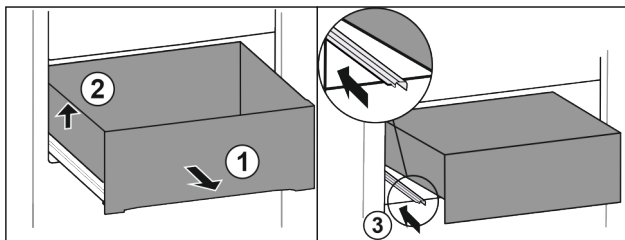

Fig. 17
- ▶ Vytáhněte zásuvku až na doraz. Fig. 17 (1)
- ▶ Nadzvedněte zásuvku vlevo. Fig. 17 (2)
- ▶ Zasuňte levou kolejničku. Fig. 17 (3)